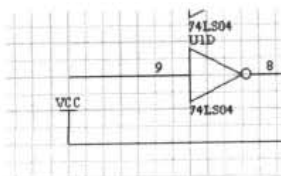

图 4-37 放置电源
- (1) 单击电路绘图工具栏 Place PowerPort 按钮，或执行菜单命令 Place|Power Port，或按下 Alt+P+O 键，或单击电源符号工具栏需要的电源符号钮，即进入电源符号放置状态。
- (2) 执行命令后，光标形状变成了十字，并附上了浮动的电源符号，按下空格键改变电源符号的放置方向。
- (3) 移动十字光标到适当位置，单击鼠标左键或按下 Enter 键放置一个电源符号。如图 4-37 所示。